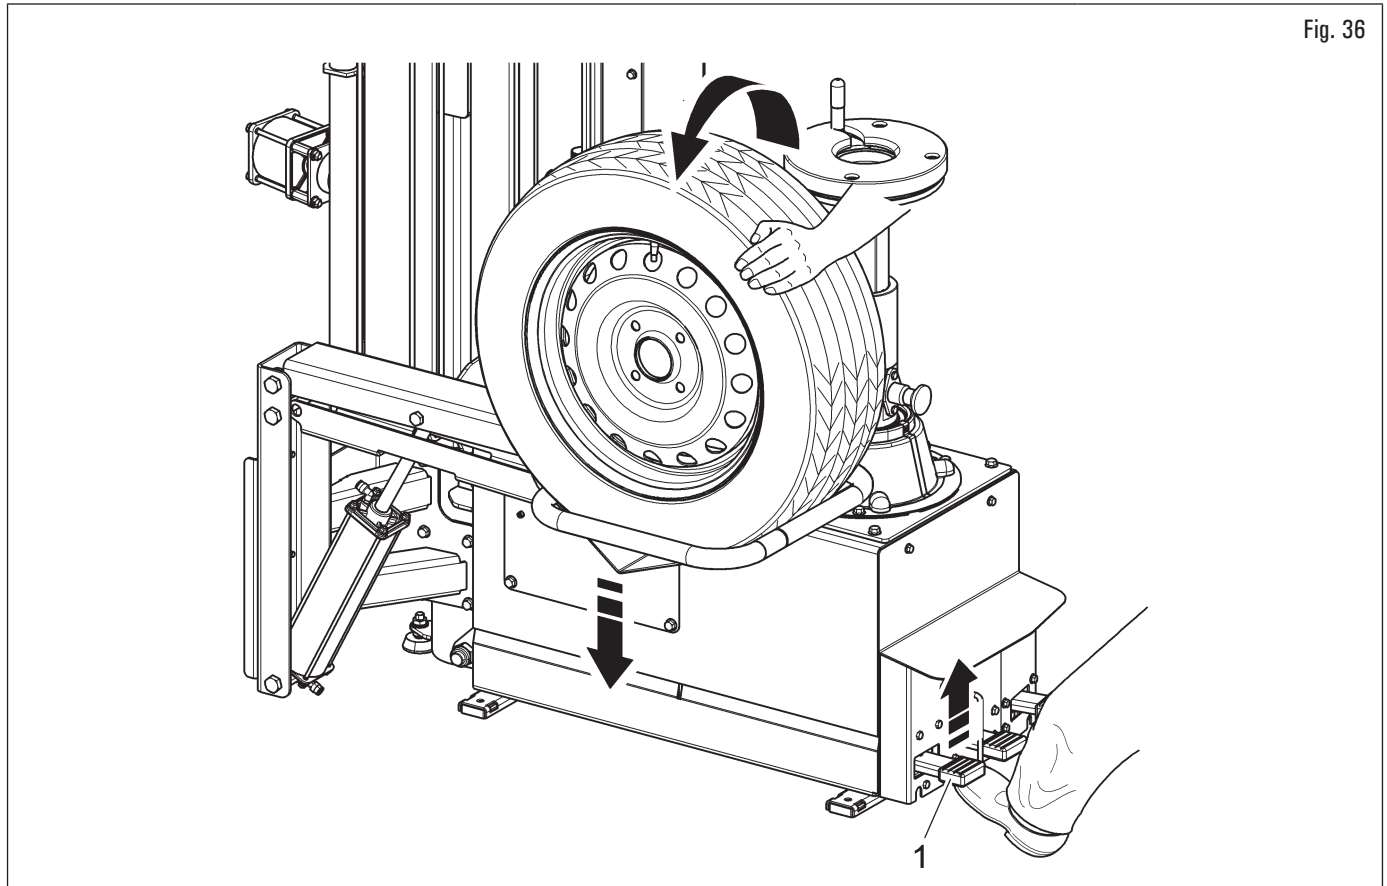

Fig. 36
3. sollevare il pedale (Fig. 36 rif. 1) verso l'alto per abbassare il piatto di sollevamento;
6. posizionare la ruota sul piatto di sollevamento (vedi Fig. 36);
7. azionare nuovamente il pedale (Fig. 36 rif. 1) verso l'alto per fare abbassare il piatto e riportare la ruota a terra, accompagnandone la discesa con la mano (vedi Fig. 36).